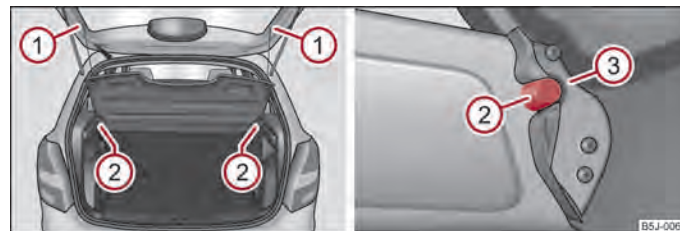

Abb. 47 Ausbau / Einbau der Gepäckraumabdeckung
- Hängen Sie die Haltebänder aus ① ⇒ Abb. 47.
- Die Gepäckraumabdeckung nehmen Sie, durch leichtes Klopfen auf die Unterseite der Abdeckung im Bereich zwischen den Haltern, aus den Haltern ② heraus.
- Beim Wiedereinbau legen Sie die Abdeckung auf die Anlageflächen der Seitenverkleidung und stellen die Aufnahmen an der Abdeckung ③ über die Halter ② an der Seitenverkleidung.
- Hängen Sie die Haltebänder ① an der Gepäckraumklappe ein.